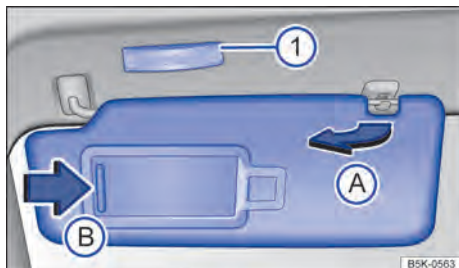

Fig. 116 No revestimento do teto dianteiro: para-sol.
- Retirar do suporte e virar na direção das portas → Fig. 116 **A**.
No para-sol rebatido para baixo encontra-se um espelho de cortesia atrás de uma cobertura. Ao abrir a cobertura → Fig. 116 **B**, uma lanterna → Fig. 116 **1** se acende.